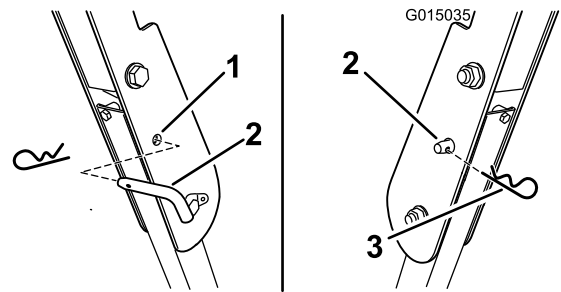

Figura 8
4. Per abbassare il roll bar rimuovete la coppiglia e la spina di bloccaggio (Figura 8).
3. Montate i perni di bloccaggio. Fissate i perni inserendo la coppiglia (Figura 8).